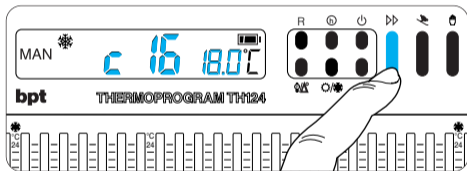

Fig. 37
**11.2** - Premere il pulsante **next** (fig. 37) per visualizza-